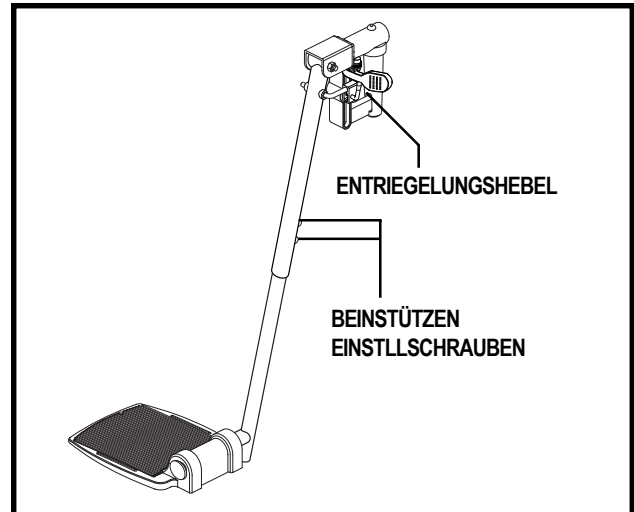

Abb. 18. Schwenkbare Beinstützen
1. Drücken Sie den Entriegelungshebels. Siehe Abb. 18.
1. Entfernen Sie die beiden Einstellschrauben von der Seite jeder Beinstützenverlängerung. Siehe Abb. 18.